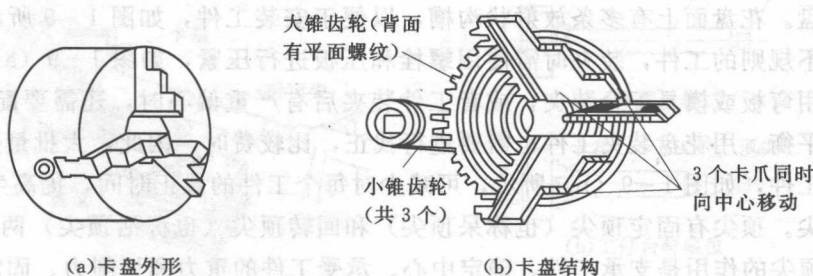

图 1-5 三爪卡盘
(1) 三爪卡盘（又称三爪自定心卡盘）。三爪卡盘在夹紧工件时能自动定心，定位与夹紧能同时完成。它固定在主轴前端部，有正爪和反爪各一副，适宜夹持棒状或圆盘形状的中小型零件，其结构如图 1-5 所示。